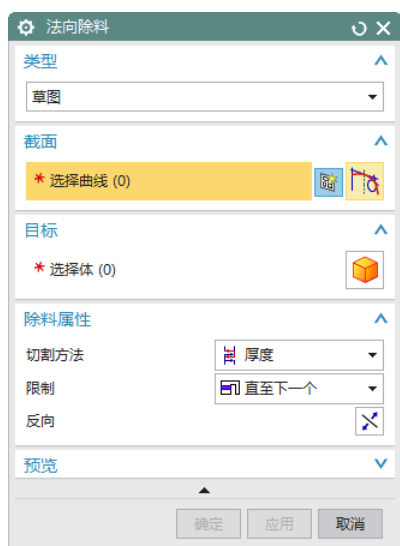

图 8-66 “法向除料”对话框
(1) 选择“菜单(M)”→“插入(S)”→“切割(T)”→“法向除料(N)”，或者单击“主页”选项卡“特征”面组上的“法向除料”按钮，打开如图 8-66 所示的“法向除料”对话框。设置“切割方法”为“厚度”，“限制”为“直至下一个”。